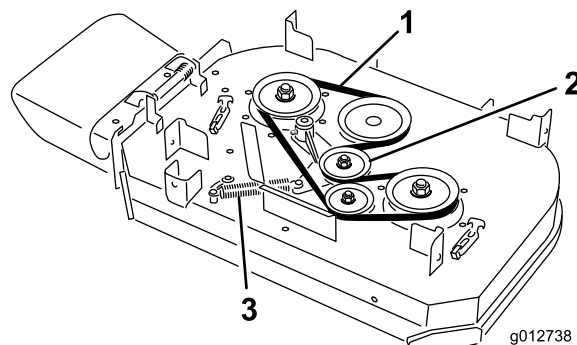

Bild 65
4. Entfernen Sie die Feder vom Ankerpfosten am Spannscheibenarm (Bild 65).
5. Nehmen Sie den verschlissenen Mähwerkriemen ab (Bild 65).
6. Verlegen Sie einen neuen Mähwerkriemen um die Kupplungsscheibe, die Riemenscheiben des Mähwerks und Spannscheibe (Bild 65).
7. Setzen Sie die Feder auf den Ankerpfosten am Spannscheibenarm ein (Bild 65).
6. Verlegen Sie einen neuen Mähwerkriemen um die Riemenscheiben des Mähwerks und die Spannscheibe (Bild 65).
5. Entfernen Sie die Feder vom Ankerpfosten am Spannscheibenarm (Bild 65).
6. Nehmen Sie den verschlissenen Mähwerkriemen ab (Bild 65).
7. Verlegen Sie einen neuen Mähwerkriemen um die die Riemenscheiben des Mähwerks, die Kupplungsscheibe und Spannscheibe (Bild 65).
8. Setzen Sie die Feder auf den Ankerpfosten auf (Bild 65).